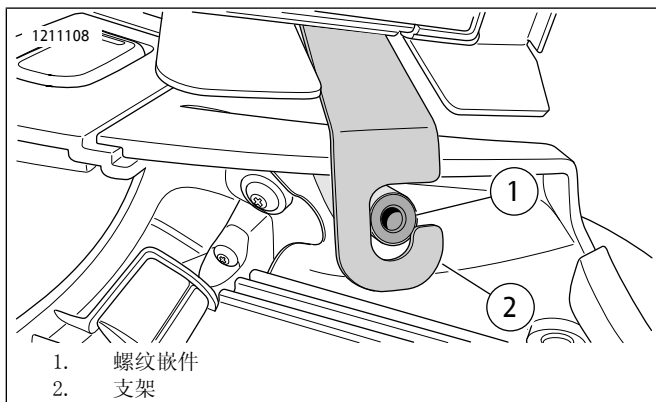

图7。支架和螺纹嵌件(图示为左侧, 右侧与子类似)
9. 参见图7。检查确认安装架(2)在螺纹嵌件(1)周围完全就位。